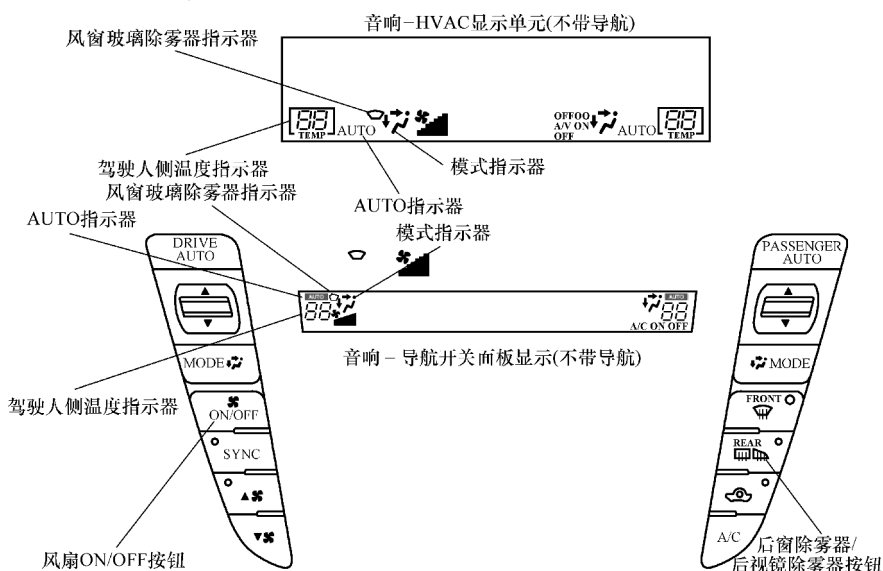

图 13-5 开启空调自诊断的方法示意图
本田讴歌 TL 气温控制单元有一个自诊断功能，如图 13-5 所示，按下列步骤启动自诊断功能：
1) 将点火开关转至 LOCK (0) 位置，然后转回至 ON (II) 位置，或按下 engine start/stop (发动机起动/停止) 按钮以选择 OFF 模式，然后选择 ON 模式。
2) 如图 13-5 所示，按住 FAN ON/OFF 按钮，然后在 10s 内按下并松开 REAR WINDOW DEFOGGER/MIRROR DEFOGGER (后窗除雾器/后视镜除雾器) 按钮五次。松开 FAN ON/OFF 按钮；然后自诊断开始。